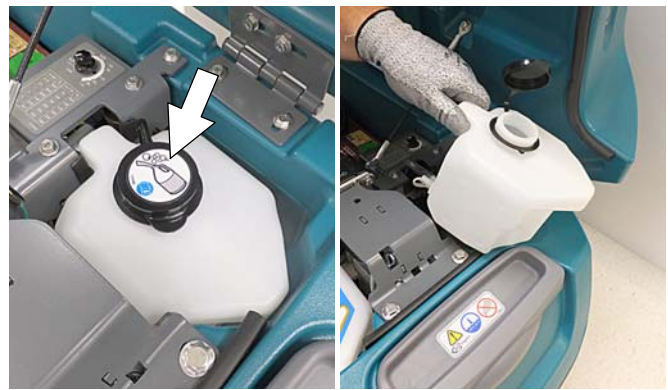

ABB. 142
3. Gießen Sie 1 Gallone/4 Liter Frostschutzmittel für Freizeitfahrzeuge (RV) auf Propylenglykol-Basis in den Lösungstank.
Modelle, die mit einem optionalen Severe Environment-Reinigungsmitteltank ausgestattet sind - Heben Sie den Tank heraus und leeren Sie das Reinigungsmittel aus dem Tank (Abbildung 142). Tank wieder einsetzen. Gießen Sie 1/4 Gallone / 1 Liter Frostschutzmittel für Freizeitfahrzeuge (RV) auf Propylenglykol-Basis in den Reinigungsmitteltank.